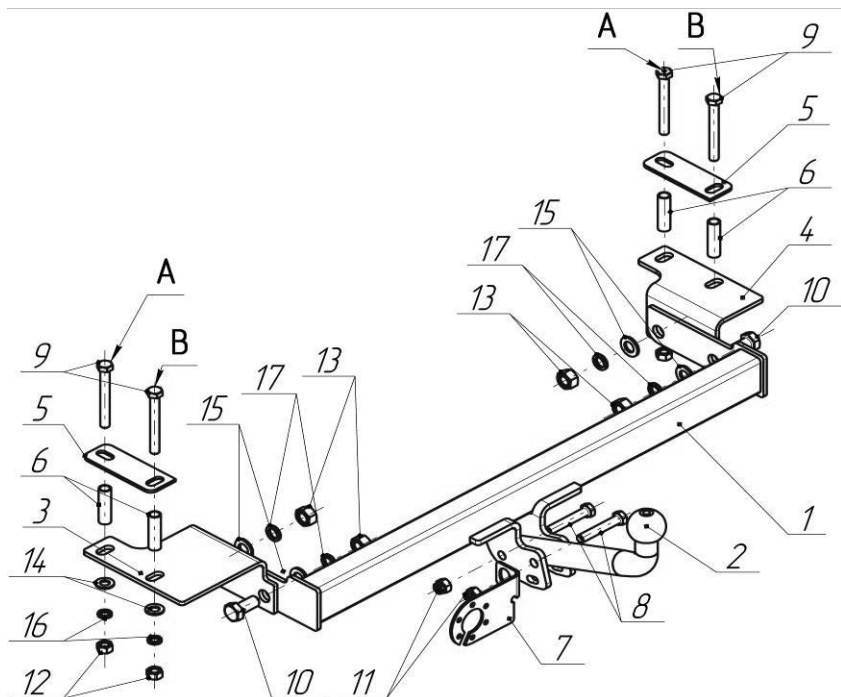

Рис.1 Установка на автомобиль
- Совместить отверстия «А» (см.рис.1) на кронштейнах ТСУ с имеющимися в лонжеронах автомобиля отверстиями и по отверстиям «В» на кронштейнах ТСУ просверлить сквозные отверстия Ø13мм в лонжеронах автомобиля;
- Закрепить кронштейны ТСУ поз.3,4 (рис.1) к автомобилю крепежными элементами поз.9,12,14,16 с дистанционными втулками поз.6 (**ВНИМАНИЕ!!! Установка ТСУ без дистанционных втулок может привести к деформации элементов кузова автомобиля при монтаже и их разрушению при эксплуатации**) и накладками поз.5 (крепеж не затягивать);